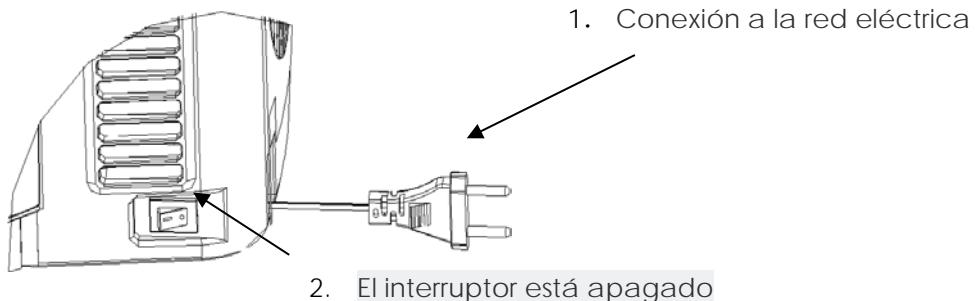

Figura 13
3. Encienda el surtidor de cerveza colocando el interruptor de cerveza en la posición “I”. (Apáguelo en la posición “0”) (Figura 13)